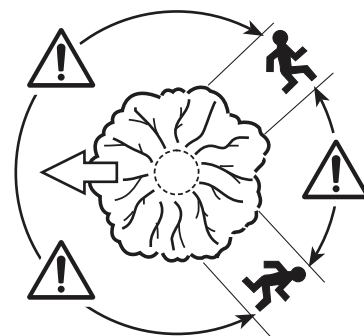

Fig. 35
- > Se debe planificar una ruta de escape y despejarla según sea necesario antes de iniciar los cortes. La trayectoria de escape debe extenderse hacia atrás y en diagonal hacia la parte posterior de la línea de caída esperada (Fig..35).